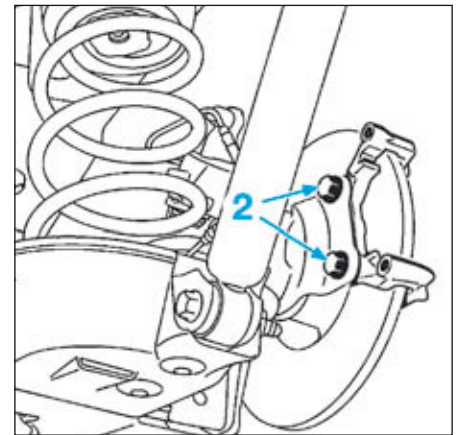

FIG.8
- Déposer les vis (2) (Fig.8) puis déposer le support d'étrier de frein arrière.